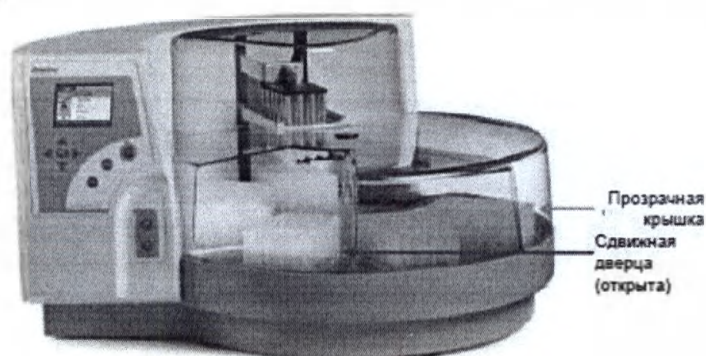

Рис. 1. Вид спереди прибора KingFisher Flex с прозрачной крышкой и планшетами
2. Откройте сдвижную дверцу, если вы используете прибор с прозрачной крышкой (Рис. 1).